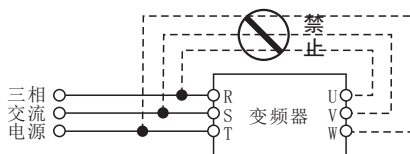

图1-2
- 严禁将交流电源接到变频器的输出端子U、V、W上，否则将会造成变频器的损坏，如图1-2所示。